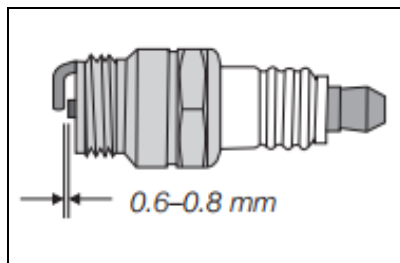

Рисунок 35
4. Проверьте межэлектродный зазор пластинчатым щупом и при необходимости отрегулируйте зазор до 0.76 мм, см. рис. 35.